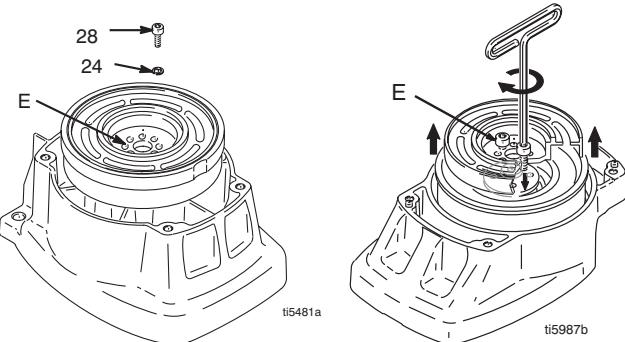
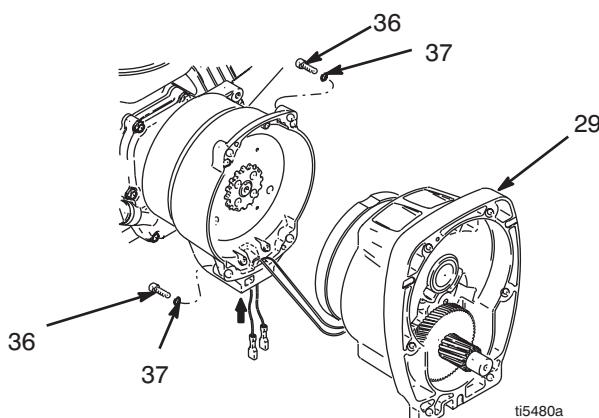

图 5
图 4
2. 图 4. 从压力控制器内断开离合器的电缆连接器。
- a. 卸下 2 个螺钉 (71) 并翻下盖子 (130a)。
3. 图 4. 卸下四个螺钉 (36) 和小齿轮组件 (29)。
4. 图 5. 将小齿轮组件 (29) 放在工作台上, 转子端朝上。
5. 卸下四个螺钉 (28) 和防松垫圈 (24)。将两个螺钉旋入转子的螺孔 (E) 内。交替拧紧螺钉直至转子脱出。
- 图 5. 将小齿轮组件放在工作台上，转子端朝上。
- 将 Locktite 涂抹到螺钉上。装上四个螺钉 (28) 和防松垫圈 (24)。用 125 磅英寸的扭力交替拧紧螺钉直到转子固定。利用螺孔来稳住转子。
- 图 4. 用 4 个螺钉 (36) 和垫圈 (37) 装上小齿轮组件 (29)。